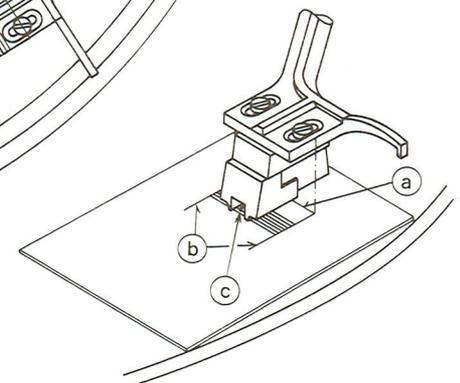

Fig. 7
- A l'aide de l'ancienne cellule, relever les points de repérage suivants (Fig. 7) : la ligne médiane des vis de fixation de la cellule doit venir à la verticale de la ligne (a) sur le gabarit. Les bords extérieurs du porte-cellule doivent venir à la verticale de la ligne (b) sur le gabarit.